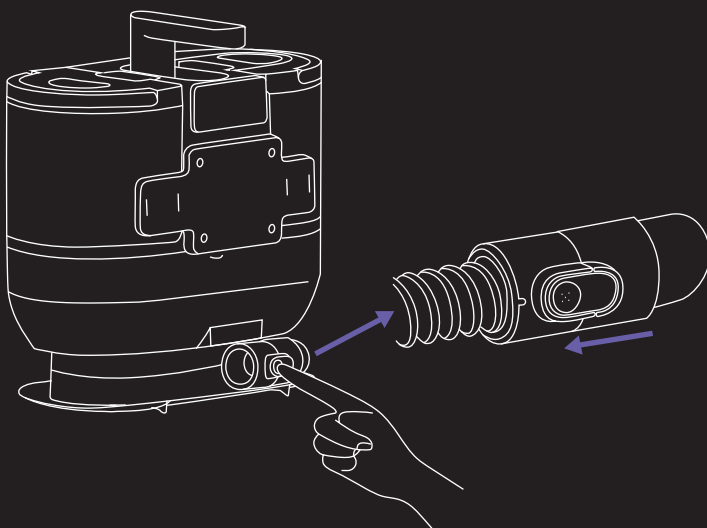

Abb. 4
5. Die Methode der Demontage sorgt für die Flexibilität des Hauptteils , den ganzen Weg durch den Hauptteil des Öffnungsprozesses Abrollen und also um das Haus herumfahren lachen Zu Messe (Abb. 4).